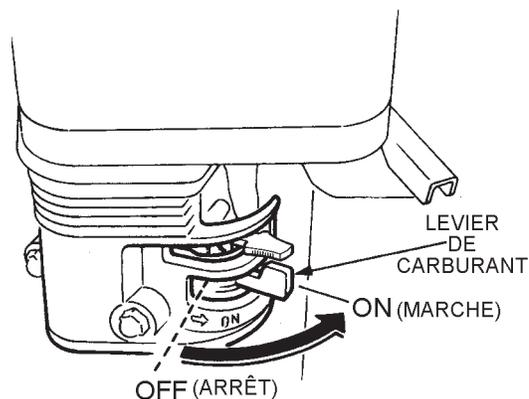

Figure 22. Levier de vanne de carburant de moteur
1. Placez le *levier de vanne de carburant* du moteur (Figure 22) sur la position «*ON*» (MARCHE).